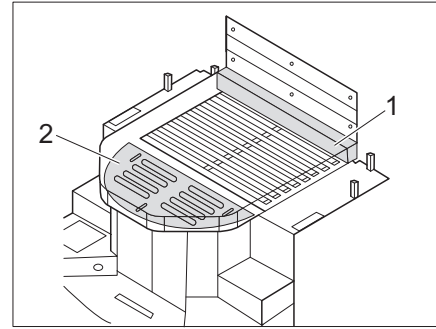

Fig. 181 Cama con extensión de colchón (con colchón adicional y tabla extraíble)
- Colocar el colchón adicional (Fig. 181,1) en la parte delantera de la cama tamaño queen.
- Sacar la tabla extraíble (Fig. 181,2).